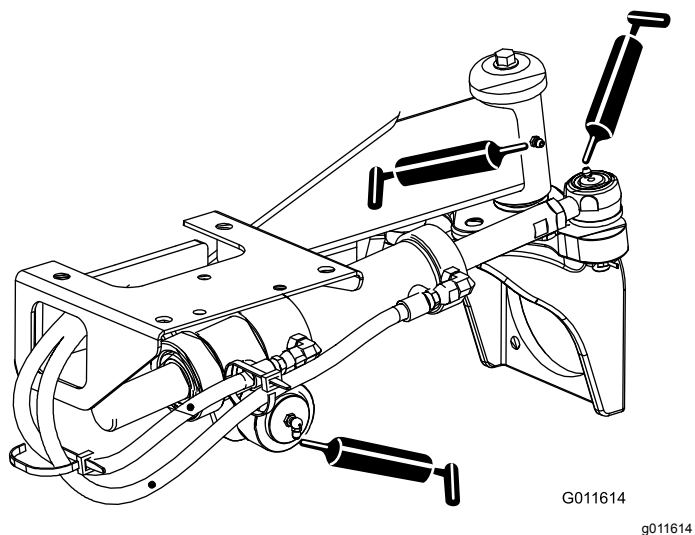

Figura 35
- Giunti a sfera del cilindro di sterzo (2) e assale posteriore (1) – Figura 35